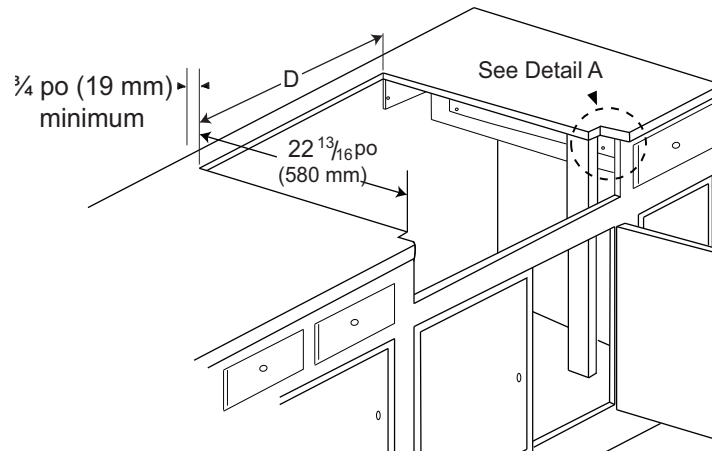

Figure 4 : Installation en îlot (sans rebord de plan de travail)
3. La table de cuisson est conçue pour être accrochée au plan de travail par ses brides latérales. Le plan de travail doit toutefois être suffisamment solide pour porter ce appareil. Il sera éventuellement nécessaire d'ajouter un tasseau de chaque côté (voir *Figure 2*) ou 2x4 montants d'angle (voir *Figure 3* et *Figure 4* et la vue Éclatée A). L'autre possibilité est de construire un plan de support pour y installer la table de cuisson.
4. La table de cuisson peut être installée sur plusieurs positions, avec la partie frontale au même niveau que le plan de travail ou en projection avant, selon la profondeur de ce plan (voir *Figure 5*, vue latérale de la table de cuisson; voir *Figure 3*, *Figure 4*, *Figure 6* et *Figure 7* pour les autres positions de montage).
- Installation en îlot, voir *Figure 4*.
- Si vous avez d'un ou des deux côtés des parois latérales pleines d'armoires, vous devrez encocher le coin avant de l'armoire pour l'adapter à l'encoche du plan de travail et laisser l'espace à la partie frontale de la table de cuisson (voir vue Éclatée A, *Figure 3* et *Figure 4*).